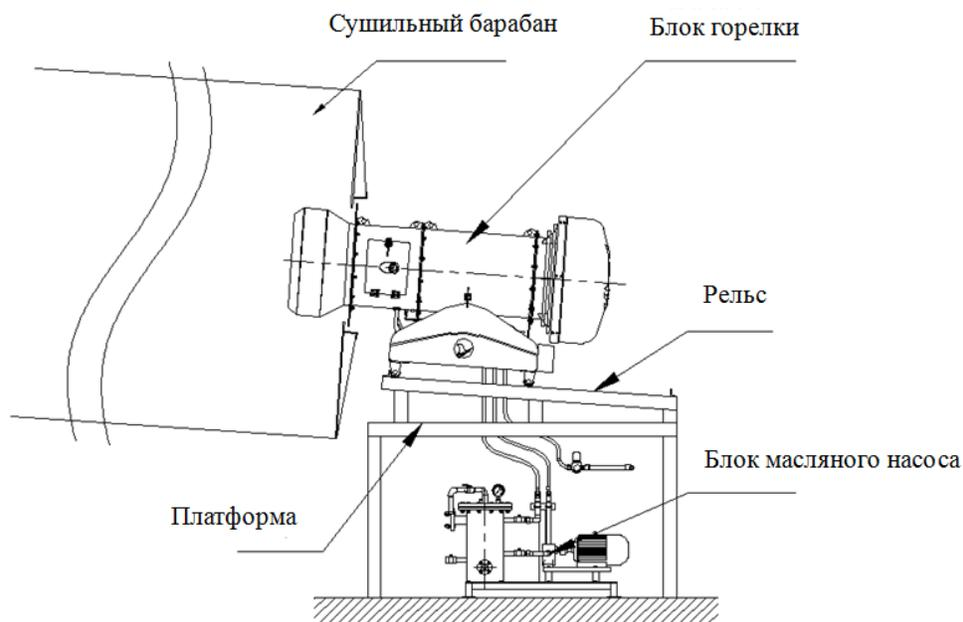

Рис. 12. Схема установки горелки
1. Установка горелки относительно проста. После того, как платформа установлена, определите относительное положение между платформой горелки и барабаном, и поднимите блок горелки на рельс платформы. Еще раз определите соответствующие размеры рельса платформы и разгрузочной камеры сушильного барабана, вставьте блок горелки в отверстие разгрузочной камеры, обратите внимание на то, чтобы подтолкнуть его на место, надлежащим образом поднимите или переместите платформу, и будет оптимально, если пламенная труба горелки как раз находится на соосном положении с направляющим цилиндром разгрузочной камеры. В конце застопорите рельс горелки с помощью устройства блокировочным устройством, см. рис. 12.